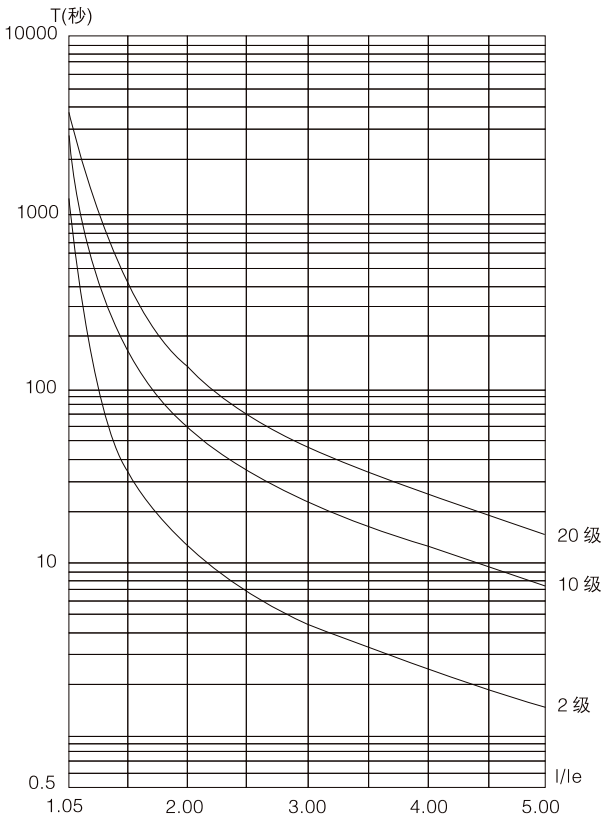

图 6.1 电机热保护脱扣时间曲线(热状态)
- 运行过载保护时间：以设置项 F6 最大工作电流为基准作反时限热保护，脱扣保护时间曲线如图 6.1。
- 轻载、标准、重载三个保护级别具备完全的保护功能，区别在于电机过载热保护时间曲线不同。其电机热保护时间参数见表 6.1 和图 6.1。